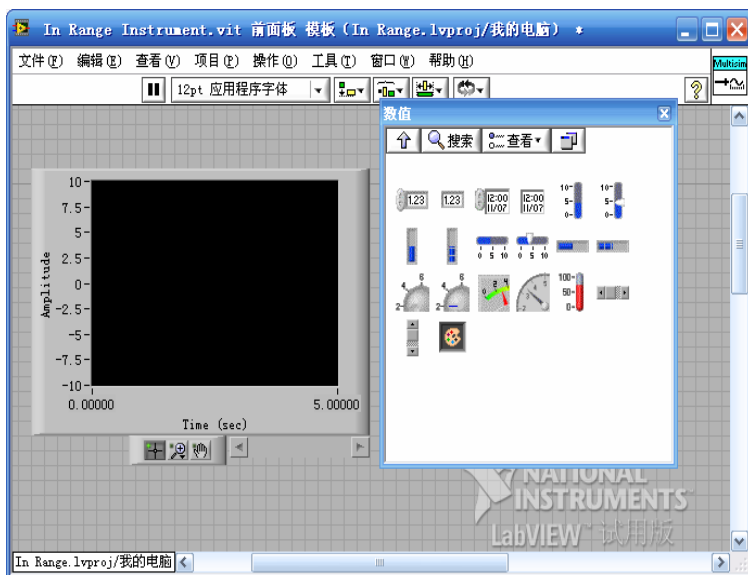

图 6-38 前面板添加滑动条控件
- 2) 选择前面板, 并更改前面板为如图 6-38 所显示的图形。移动前面板上所有与显示无关控件, 但不能删除。
在前面板空白处单击鼠标右键，系统弹出控件选板，再选择新式样式控件中的子控件数值模板，如图 6-38 所示。选择一个水平、有数字刻度、指针能滑动的滑动杆，添加到前面板中去，并命名为“Upper Limit”。